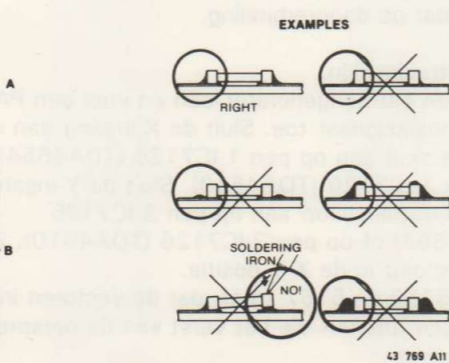

Fig. 8.3
- De hoeveelheid soldeer moet in verhouding zijn met de grootte van het soldeervlak. Bij een te grote hoeveelheid kan de SMD scheuren of de soldeervlakken kunnen van de print los getrokken worden (zie Fig. 8.3).